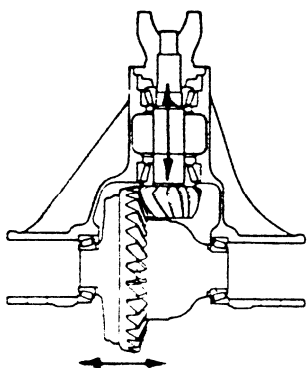

图 4-128 差速器断面图
(3) 如图 4-128 箭头所示为驱动小齿轮 2 个方向，箭头所指向前方向为颚形接头尾经拆卸驱动小齿轮放置垫片，间距为轴中心至驱动小齿轮底部增加时标示+号，预负荷垫片组切勿影响驱动小齿轮深度设置。
(4) 在从动大齿轮侧箭头所示方向为增加或减少背隙与差速器轴承的预负荷。